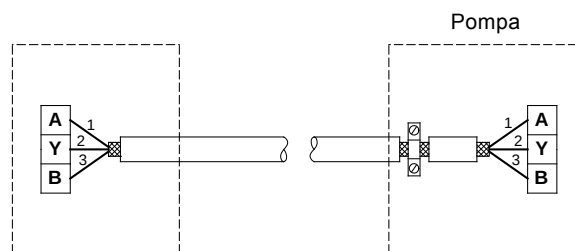

Fig. 17 Conexiune cu un cablu ecranat cu 3 fire
- Dacă unitatea nu prezintă o clemă pentru cablu ca în fig. 17, lăsați ecranarea neconectată la acest capăt.